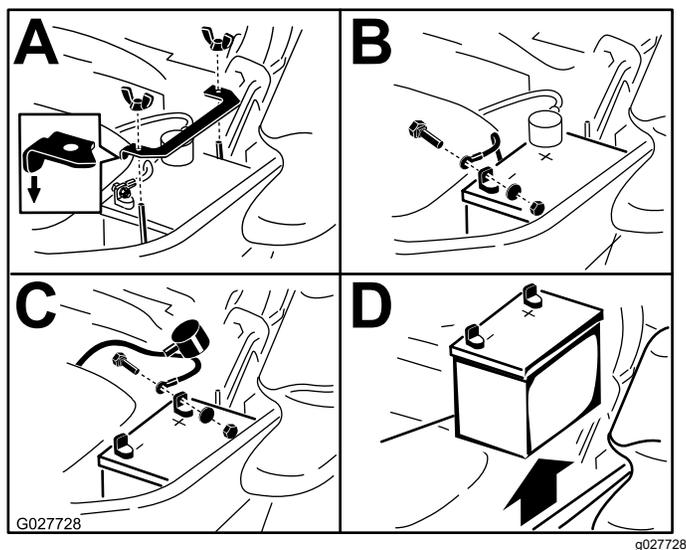

Рисунок 66
3. Снимите аккумулятор, как показано на Рисунок 66.